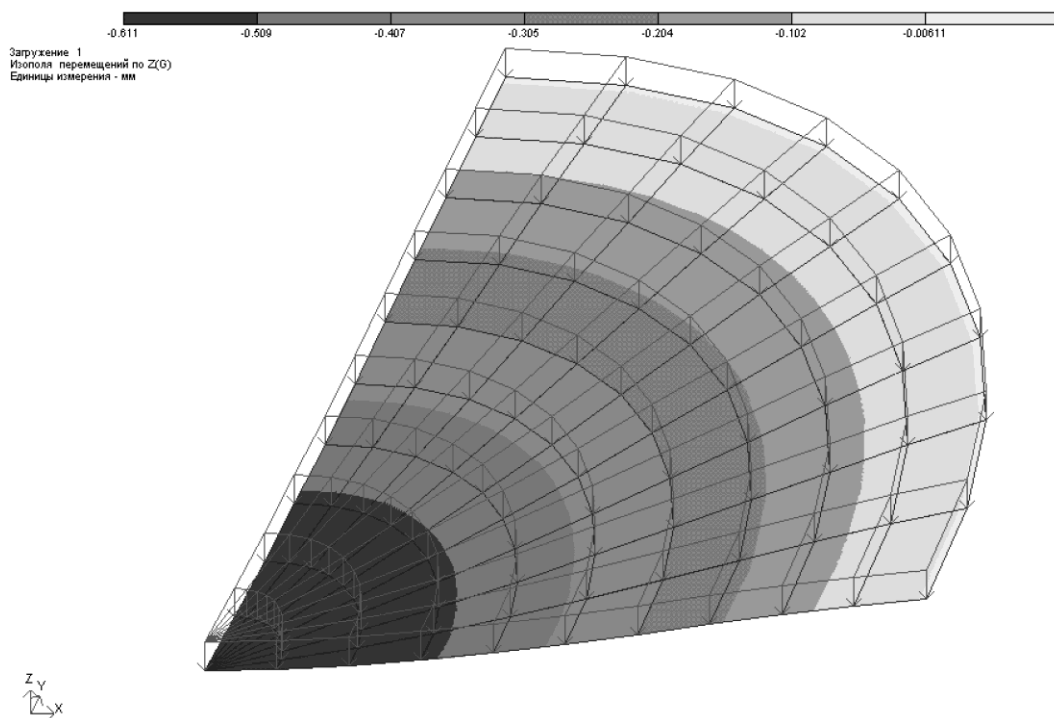

Рис.6.14. Изополя перемещений по направлению глобальной оси Z в элементах дна резервуара
- Переключите схему в изометрическую проекцию (рис.6.14) с помощью меню **Вид** ⇒ **Изометрия** (кнопка  на панели инструментов).